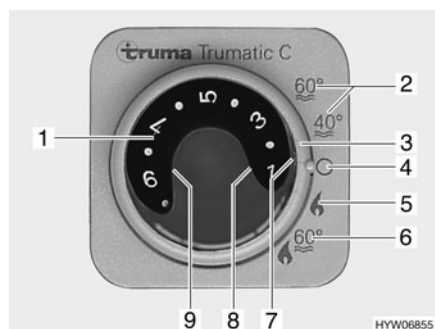

Fig. 157 Unidad de mando para la calefacción/caldera
- Ajustar el modo de funcionamiento con el interruptor giratorio (Fig. 157,3).
Según la temperatura ambiente deseada, la calefacción selecciona automáticamente la potencia de quemador necesaria. Cuando se alcanza la temperatura ambiente deseada se desconecta el quemador. El sensor de temperatura situado junto al panel mide la temperatura del ambiente. En el modo de funcionamiento "calefacción y caldera" (Fig. 157,6), se calienta también el agua de la caldera. En el modo "calefacción sin caldera" (Fig. 157,5), la calefacción puede funcionar con la caldera vacía.
- Girar el botón giratorio de temperatura (Fig. 157,1) de la unidad de mando al nivel deseado.
- Situar el interruptor giratorio (Fig. 157,3) en el modo invierno "calefacción sin caldera" (Fig. 157,5) o en modo invierno "calefacción y caldera" (Fig. 157,6).
La luz de control verde (Fig. 157,7) se enciende.
- Ajustar el interruptor giratorio (Fig. 157,3) en "O" (Fig. 157,4).
La combinación de los funcionamientos a gas y con electricidad a 230 V acorta el tiempo de calentamiento (esto solo es posible si en la unidad de mando (Fig. 157) la calefacción se encuentra ajustada en modo de invierno). Si se ha seleccionado el funcionamiento con electricidad a 230 V, se enciende la luz de control amarilla (Fig. 158,6).